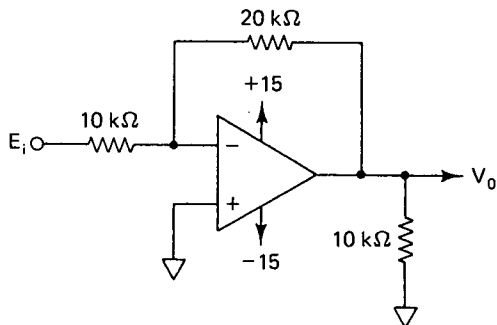

FIGURA P3-4
- 3-4. Identifique el circuito de la figura P3-4.
- 3-5. Calcule V_o y la corriente de salida del amplificador operacional de la figura P3-4, si E_i es igual a (a) +5 V; (b) -2 V. En cada situación indique si el amplificador genera o bien consume corriente.
- 3-6. Calcule E_i en la figura P3-4 si V_o es igual a (a) +5 V; (b) -2 V.
- 3-7. Sea E_i una onda triangular con una frecuencia de 100 Hz y un valor pico de 5 V en la figura P3-4. (a) Grafique E_i y V_o en función del tiempo; (b) grafique V_o en función de E_i .